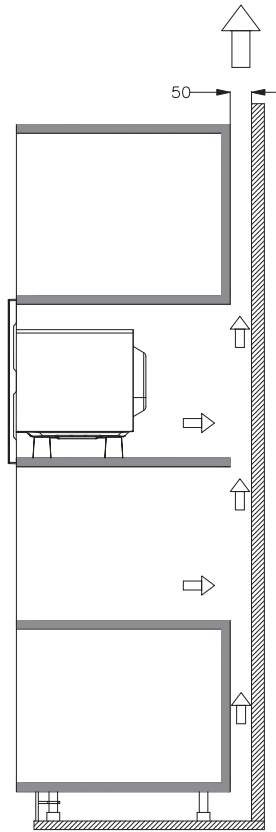

Fig. 4
d) Utilice los tornillos del embalaje de piezas para fijar el horno de microondas en el armario. (Fig. 4)